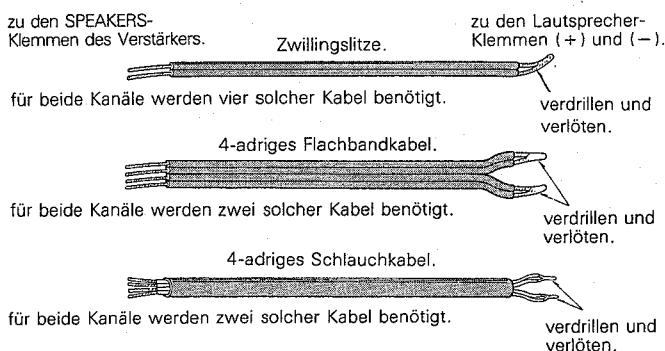

Fig. 2 Ersatzkabel für  $\Sigma$  -Spezialkabel
2. Falls die mitgelieferten Spezialkabel zu kurz sein sollten, können auch die auf Fig. 2 gezeigten, im Fachhandel angebotenen Kabel verwendet werden. Sie sollten jedoch so kurz wie möglich gehalten werden.